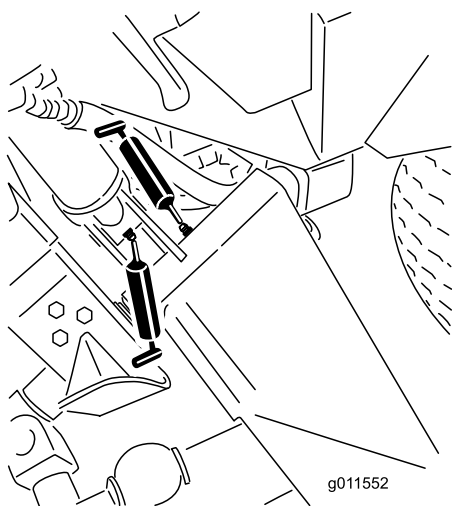
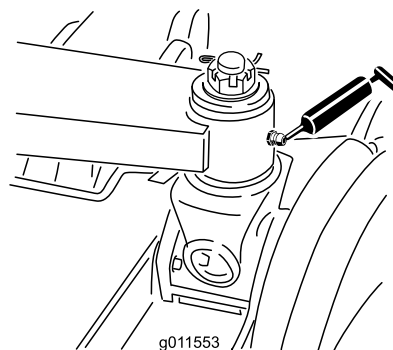

Figura 85
Figura 86
- Seis casquilhos do braço de elevação principal (Figura 85 e Figura 86)